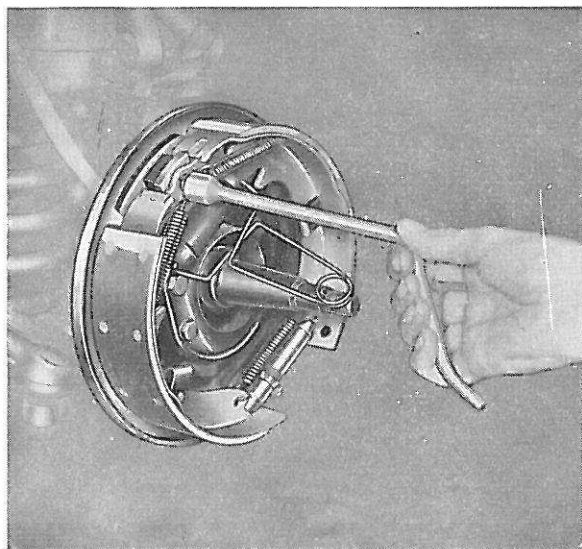
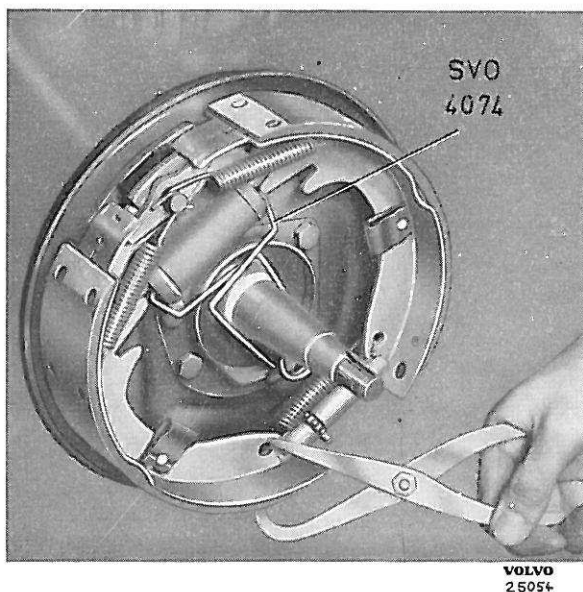
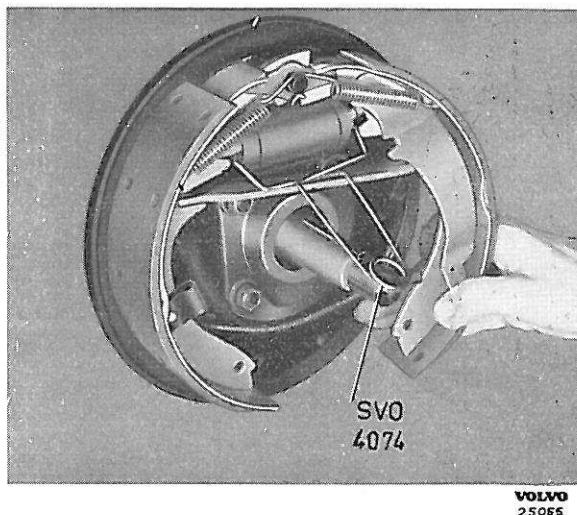

Fig. 26. Démontage du ressort de rappel à l'aide de la clef pour ressorts de frein (Snap-on BT ou outil similaire).
Fig. 27. Démontage du ressort de blocage.
Fig. 28. Dépose des segments de frein.
3. Poser la pince SVO 4074 comme le montre la Fig. 27 de manière à empêcher les pistons des cylindres de roues de se laisser projeter au-dehors. Le processus de travail de démontage des segments dépend de l'outil utilisé.
Commencer par décrocher les deux ressorts de rappel en se servant d'une clef spéciale pour ressorts de frein comme le montre la Fig. 26. Enlever ensuite les attaches élastiques (7, Fig. 9) et déposer les segments, en même temps que le dispositif de réglage.
Décrocher le ressort de blocage (10) à l'aide d'une pince à ressorts de frein comme le montre la Fig. 27. Séparer les segments et déposer le dispositif de réglage. Maintenir le point fixe (8, Fig. 9) du côté du dos du plateau-support de frein et démonter l'attache élastique. Tourner ensuite le segment vers l'extérieur jusqu'à ce que la tige de commande du cylindre de roue se libère, voir Fig. 28. Tourner ensuite le segment vers l'intérieur jusqu'à ce qu'il soit possible de décrocher le ressort de rappel et de déposer le segment. Démontez l'autre segment de la même manière.
3. Poser la pince SVO 4074 sur le cylindre de roue de manière à empêcher les pistons de se laisser projeter au-dehors. Débrancher le câble de frein à main du levier-came. Le processus de travail de démontage des segments dépend de l'outil utilisé. Si l'on se sert d'une clé pour ressorts de frein comme le montre la Fig. 26, commencer par décrocher les deux ressorts de rappel et enlever ensuite les attaches élastiques, ce qui permet de déposer les segments de frein et le dispositif de réglage. En cas d'emploi d'une paire de pinces à ressorts de frein, commencer par décrocher le ressort de blocage, voir Fig. 27. Séparer les segments de frein et déposer le dispositif de réglage. Maintenir le point fixe du côté du dos du plateau-support de frein et démonter l'attache élastique du segment arrière. Tourner le segment vers l'extérieur jusqu'à ce que la tige de commande du cylindre de roue et l'articulation de frein à main soient libérées, voir Fig. 28. Tourner ensuite le segment vers l'intérieur, jusqu'à ce qu'il soit possible de décrocher le ressort de rappel et de déposer le segment. Démonter l'autre segment de la même manière.